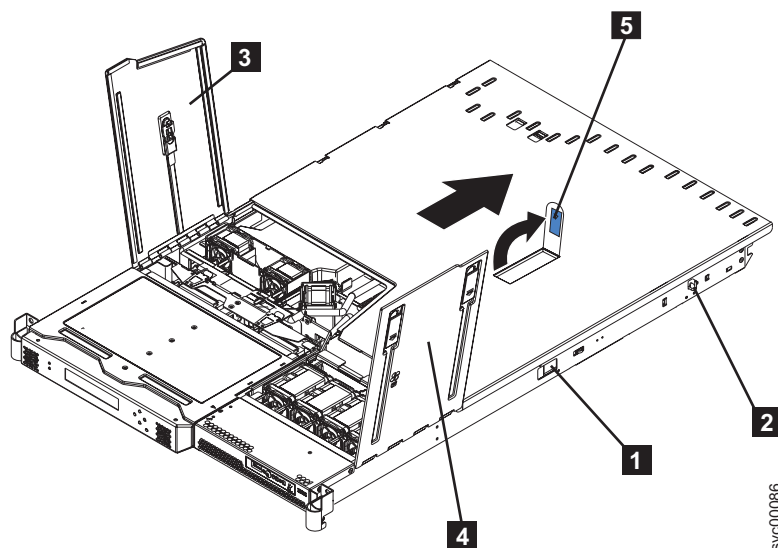

図 53. ファン・ドアを開いた状態の SAN ボリューム・コントローラー 2145-8F2 または SAN ボリューム・コントローラー 2145-8F4
- b. 両方のサイド・リリース・ラッチ (左と右) をノードの前方に向かってスライドさせます。両方のレール・ロック・ピン (図 53 の **2**) が垂直になっていることを確認して、ノードを引き出し、ラックから取り外します。